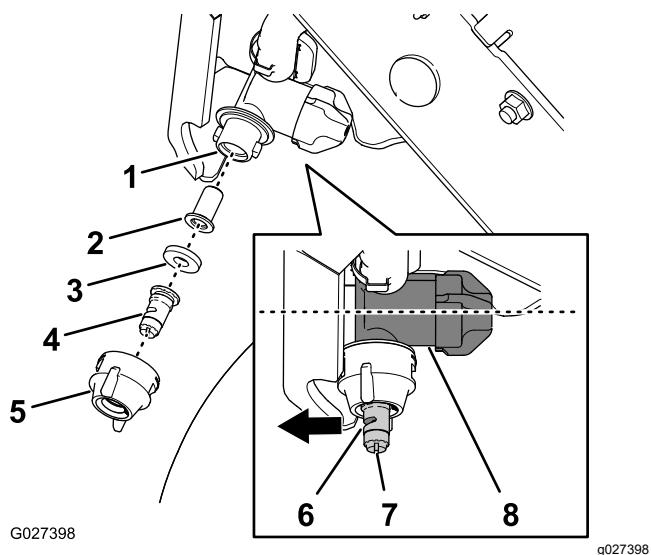

Figura 55
- Gire el tapón de la boquilla 90° en sentido antihorario y retire el tapón del cuerpo de la boquilla (Figura 55).
- Retire la punta, la junta y el filtro de la carcasa de la boquilla (Figura 55).
- Monte el filtro en el cuerpo de la boquilla (Figura 55).
- Monte la punta y la junta en el tapón de la boquilla (Figura 55).
- Instale la punta, la junta y el tapón en el cuerpo de la boquilla (Figura 55).
Nota: Utilice la ranura para girar el atomizador (Figura 55) de la punta hacia adelante (en línea
- Gire el tapón de la boquilla 90° en sentido horario (Figura 55).